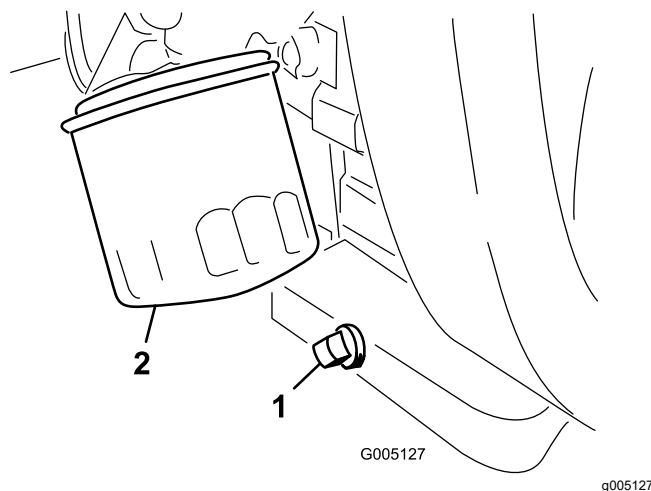

Figura 30
- Remova o bujão de drenagem (Figura 30) e deixe o óleo escoar para uma bandeja coletora.
2. Limpe a rosca do bujão de drenagem, aplique fita veda-rosas PTFE, e instale o bujão de drenagem (Figura 30).
3. Remova o filtro de óleo (Figura 30).